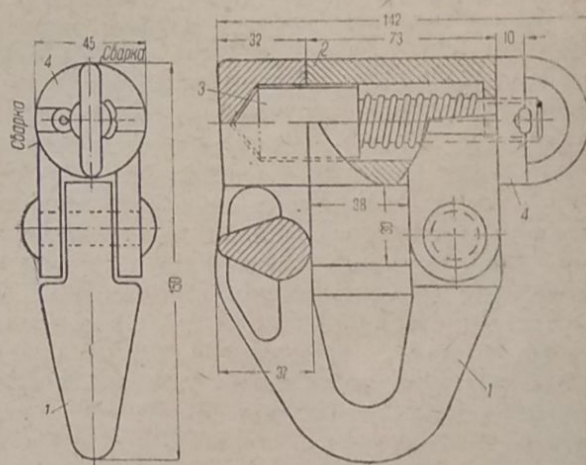

Рис. 2
Замок этот состоит из следующих основных деталей (рис. 2): скобы (1); затвора (2) (полого цилиндра) с двумя приваренными ушками, при помощи которых он шарнирно соединяется со скобой; цилиндрического стержня (3) с пружиной, запирающего замок; круглой гайки-ограничителя с ушком (4) для открывания затвора.